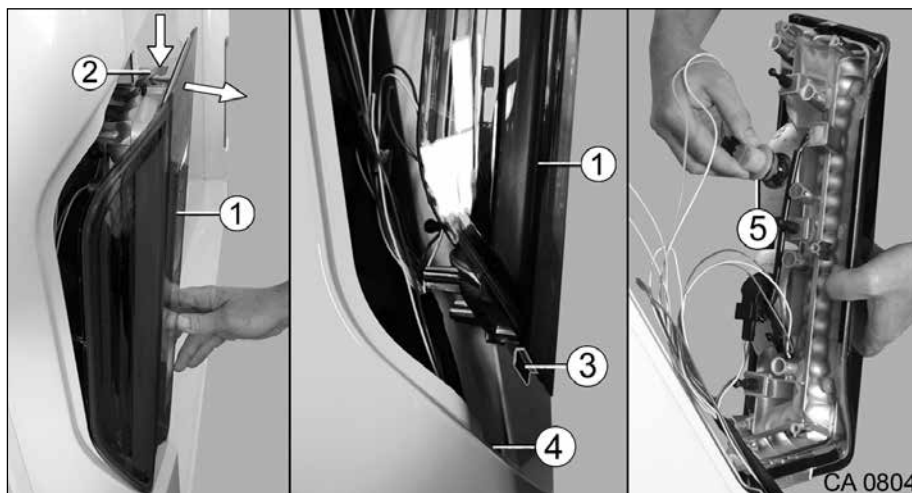

Fig. 126 Remplacement de l'ampoule sur le support de feu arrière
Si, lors du changement de l'ampoule sur le support de feu arrière (Fig. 126, pos. 1) on travaille avec un outil non approprié ou si le câble est trop sollicité, il y a risque d'endommagement du support de feu arrière.
- Ne pas laisser pendre le support de feu arrière (Fig. 126, pos. 1) par les câbles ! Ne pas tirer sur le câble !
1. Tirer le support de feu arrière (Fig. 126, pos. 1) en haut en dehors jusqu'à ce que le clip de fixation (Fig. 126, pos. 2) soit visible.
2. Pousser le clip de fixation (Fig. 126, pos. 2) vers le bas et tirer le support de feu arrière (Fig. 126, pos. 1).
3. Soulever le support de feu arrière (Fig. 126, pos. 1) et retirer l'entretoise (Fig. 126, pos. 3) hors de l'évidement (Fig. 126, pos. 4).
4. Enlever prudemment le support de feu arrière (Fig. 126, pos. 1), le tenir et le déposer dans un endroit approprié.
5. Tirer le culot de lampe (Fig. 126, pos. 5) en dehors et remplacer l'ampoule défectueuse.